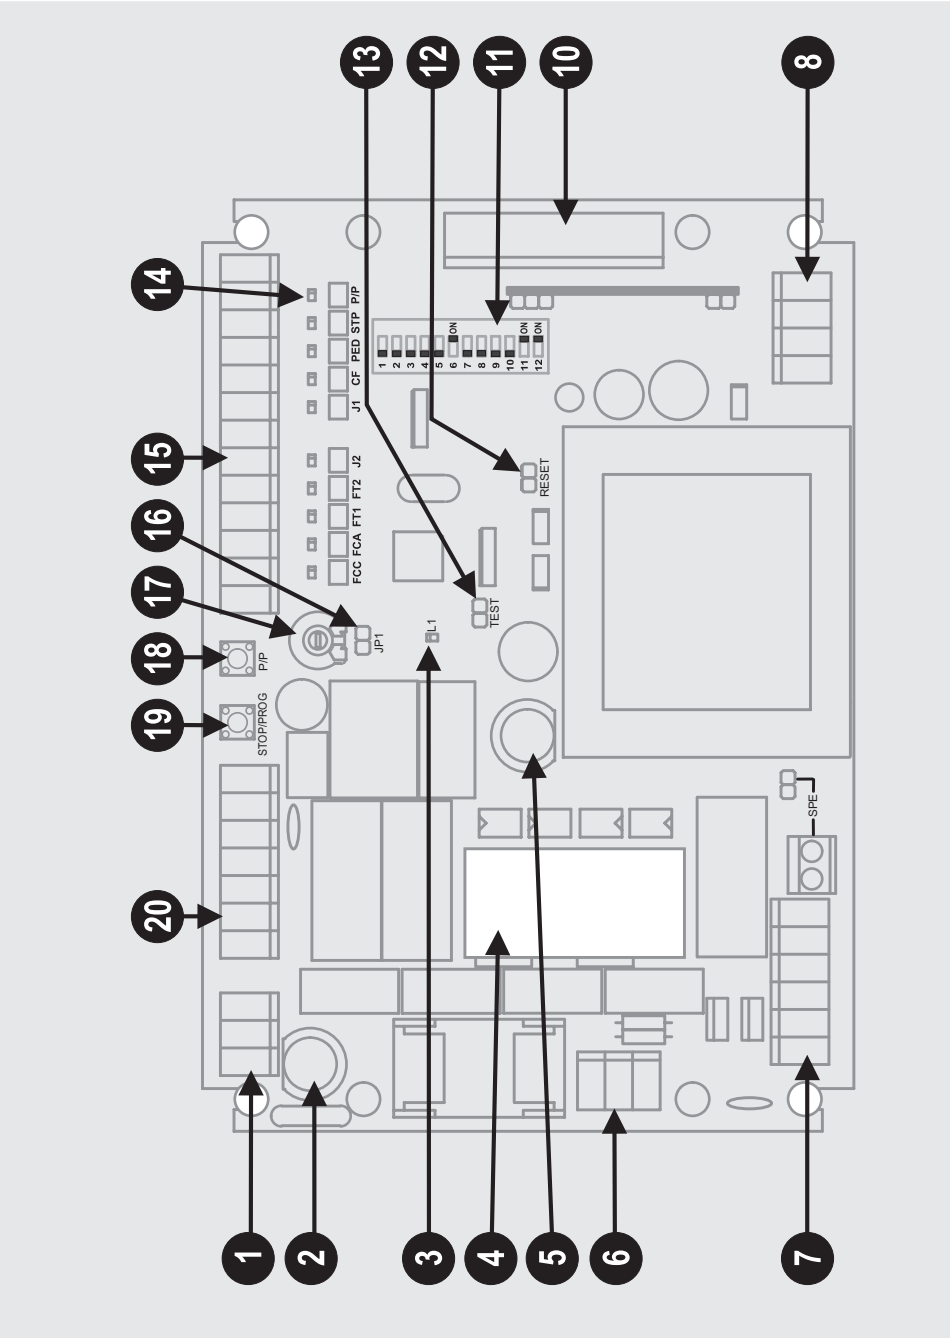

Fig. 1
- 2 - Appuyer en même temps sur les touches P/P et STOP/PROG. (détail 18 et 19 de fig. 1)
La led L1 (détail 3 de fig. 1) signalera brièvement que le passage s'est bien produit.
- 2 - Appuyer sur les touches P/P et STOP/PROG (détail 19 de fig. 1)
- 4 - La led L1 (détail 3 de fig. 1) s'allume et reste allumée. TOUT EN MAINTENANT LE BOUTON STOP/PROG PRESSE, appuyer sur le bouton P/P: la led L1 commencera à clignoter:
Dans le cas de basculants à deux moteurs, ou sur toute autre type d'installation où les moteurs doivent absolument fonctionner ensemble sans retards, il est nécessaire de régler le dip 11 sur OFF (détail 11 de fig. 1) et de connecter un moteur sur M1 et l'autre sur M2.
### ALLGEMEINES LAYOUT (Abb. 1)